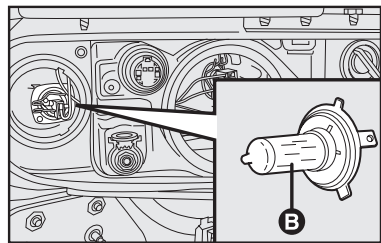

fig. 19
## LUCES BAJAS fig. 19
- quite la lámpara **B-fig. 19** y sustitúyala;